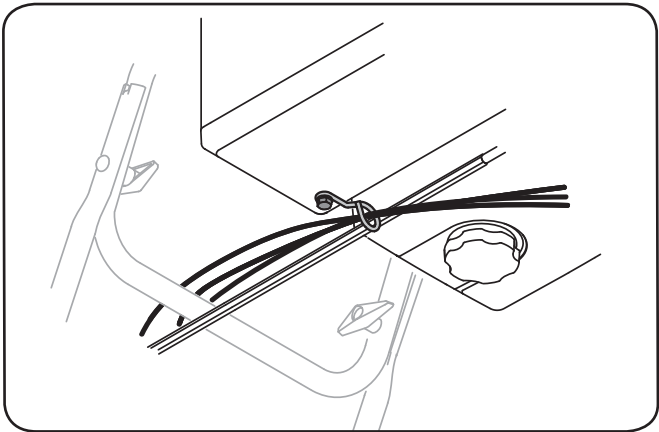

Fig. 3-8
- Positionnez les barres de coupe pour qu'elles font face à l'avant comme illustré à la Fig. 3-8. Maintenez-les en place avec la boullonnerie enlevée précédemment, les écrous à oreilles devraient être attachés sur l'extérieur du logement comme illustré.
- Vérifiez que tous les câbles sont acheminés dans le guide sur la droite de la manivelle de commande de la goulotte. Voir la Fig. 3-8.